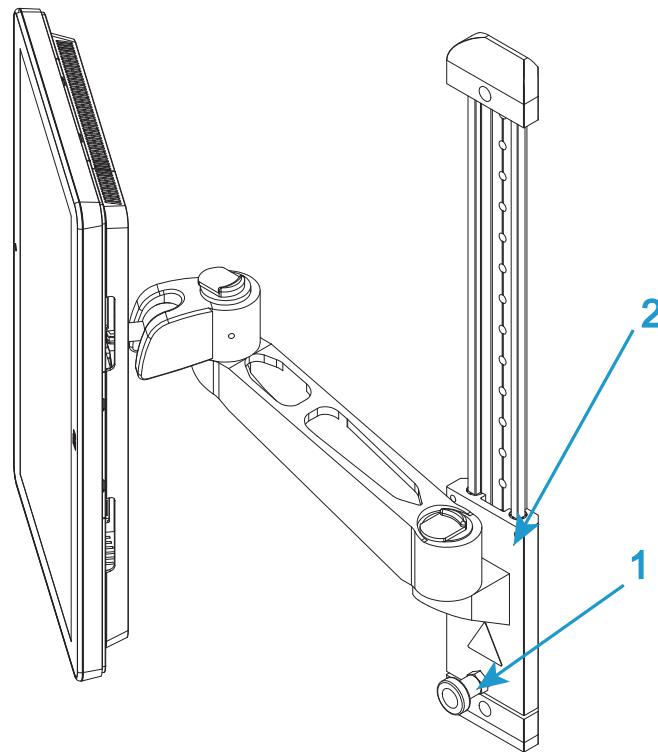

図 11. 高さの調整
1. 様々なオペレータが快適に使用できるようにBluehill® オペレータ ダッシュボードの高さを調整することができます。ロック (49 ページの図 11 の 1) を緩め、取り付けアーム (49 ページの図 11 の 2) を希望の高さにスライドします。ロックを再び締め付けます。